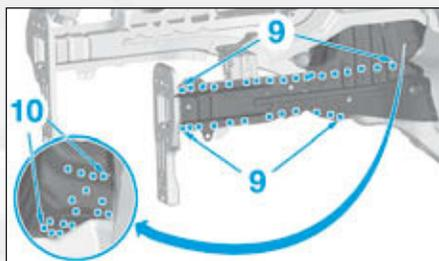
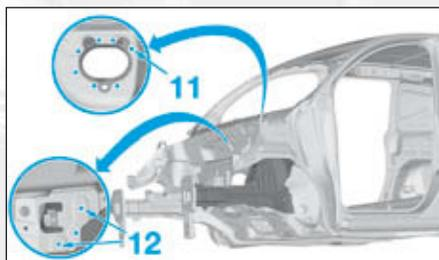

FIG.55
FIG.56
- par points électriques en (9) (Fig.55),
- par points bouchons MAG en (10), (11) et (12), puis meuler les points de soudure (Fig.55) et (Fig.56).